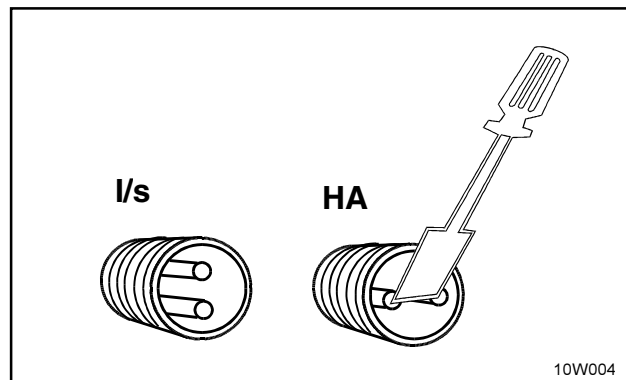

Fig. 7.1
- ☐ Pole der Anschlußbuchse mit einem kleinen Schraubenzieher überbrücken (siehe Fig. 7.1).